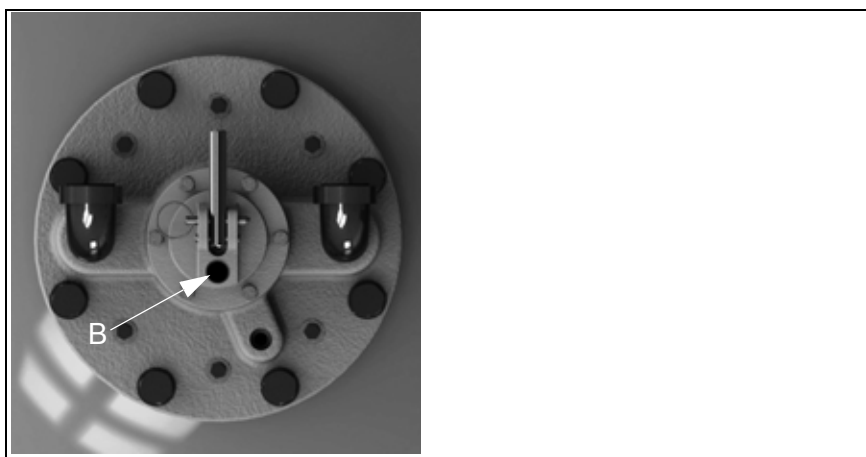

Fig. 9: Conexión del conducto piloto a la válvula
- Hundir el conducto piloto en la conexión piloto (B, fig. 9) de la válvula de aireación.